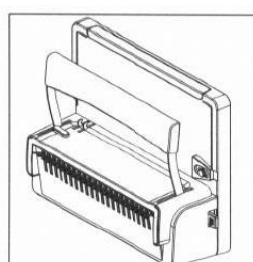

BILD 11
- Stellen Sie das Gerät senkrecht mit der Rückenseite nach unten auf. (siehe Bild 11)